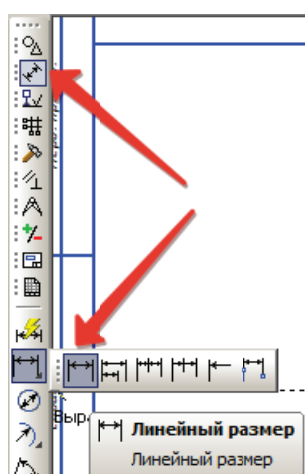
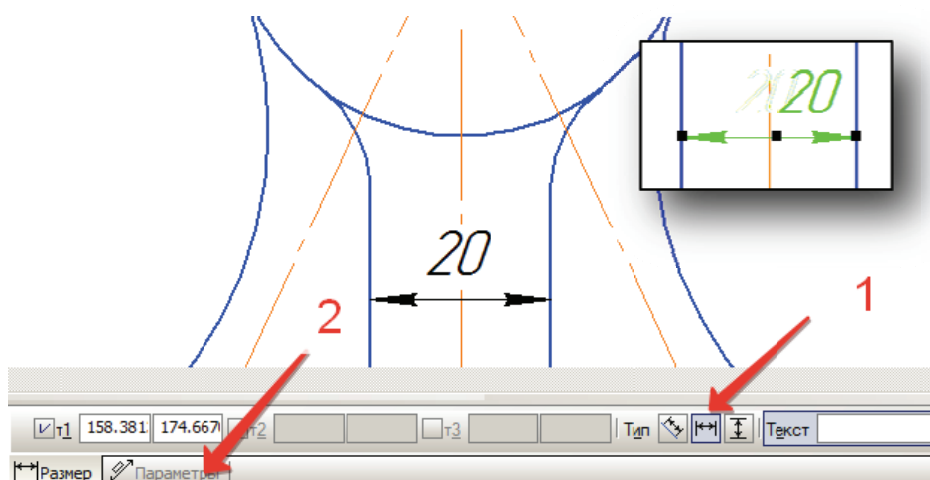

Рисунок 2.56
Рисунок 2.57
Лінійний розмір (рис. 2.56): вказуємо початок і кінець розмірної лінії, обираємо тип розміру (1 – горизонтальний, вертикальний, паралельно до об'єкта) і фіксуємо положення цифрового позначення розміру. За необхідності розмір можна винести на полицю, використовуючи «Параметры» (2) на панелі властивостей (рис. 2.57).
В даному випадку розмірне число накладлося на осьову лінію. Тому бажано його пересунути, обравши в параметрах «Ручное» розташування і, клікнувши на розмірній лінії один раз кнопкою миші, коли розмір підсвітиться зеленим кольором (виносний елемент на рис. 2.57), з'являться вузлики керування, за допомогою яких пересунемо розмірне число.